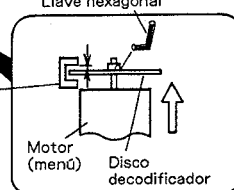

Fig. 7-2
- Afloje el tornillo ④ que sostiene el disco decodificador con una llave hexagonal.
- Afloje el tornillo ④ que sostiene la placa de ajuste.
- (1) Ajuste la separación entre el disco decodificador y el interruptor fotoeléctrico del motor (menú) a 1 ± 0.05 mm. (Fig. 7-2)
- (2) Fije el tornillo del disco decodificador apretándolo con una llave hexagonal.
- (3) Gire el tornillo ⑤ de forma que la marca grabada en la placa de ajuste quede alineada con el armazón inferior. Después apriete temporalmente el tornillo ④.